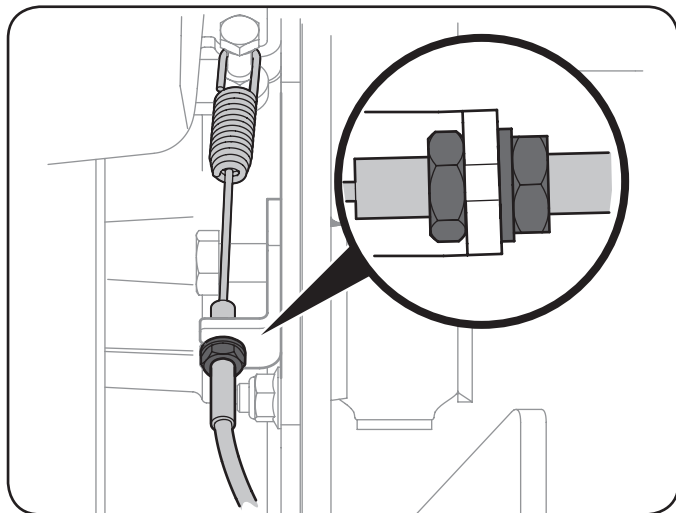

Figure 6-4
1. Repérez les écrous de la gaine du câble de frein situés entre le châssis et les pneus arrière. Voir Figure 6-4.
2. Ajustez les écrous de la gaine du câble de frein d'un tour complet et vérifiez que le frein s'engage bien. Répétez l'étape si le frein ne s'engage toujours pas. Voir Figure 6-4.